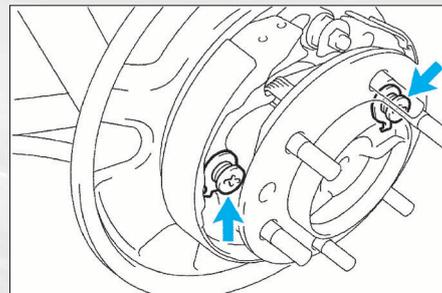

FIG. 16
- Déposer les ressorts de maintien (fig. 16).